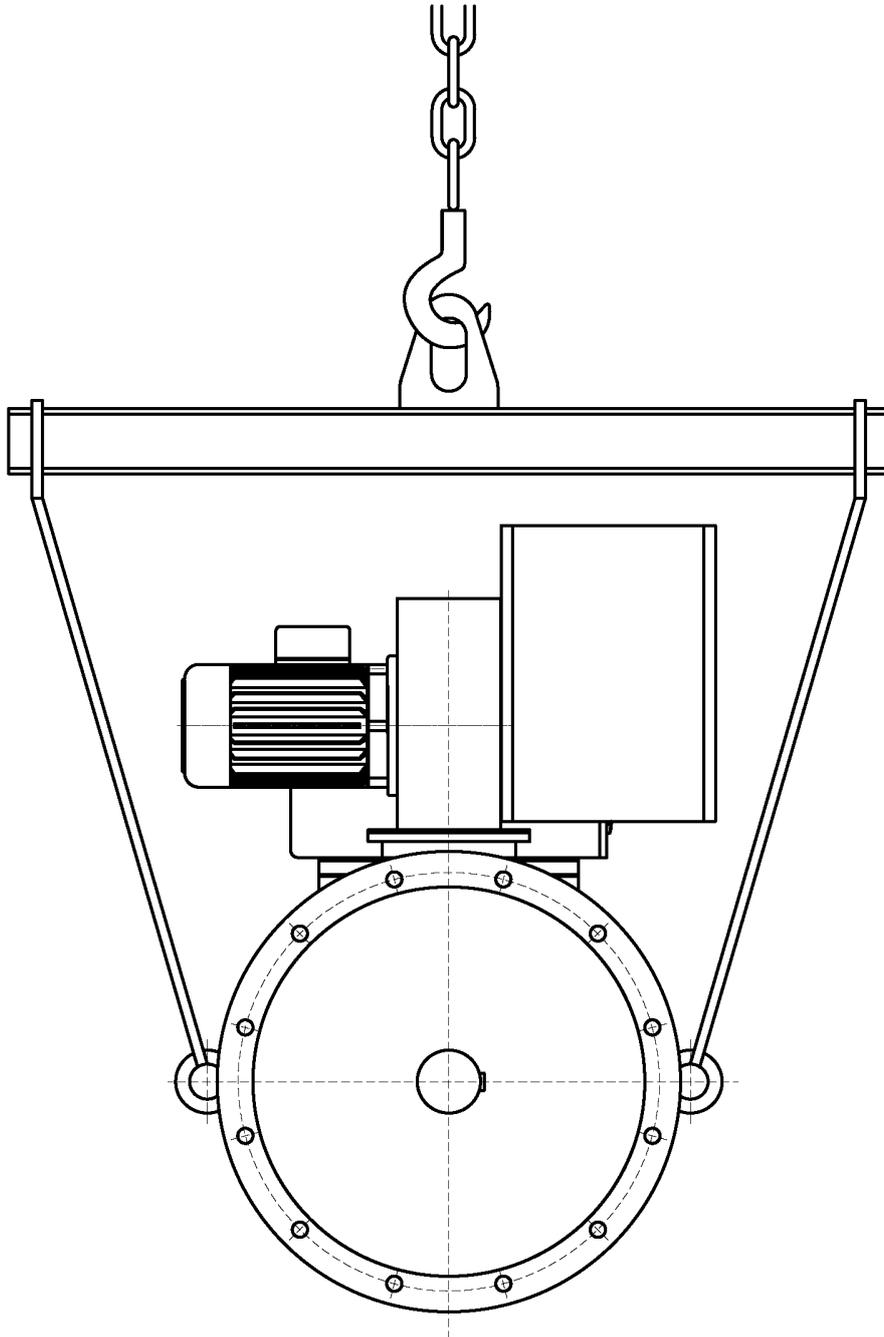

Abbildung 1: Prinzipielle Verwendung der Lasttraverse beim Transport der Wölfer-Motoren.
- Die eingebauten Ringschrauben entsprechen der DIN 580. Die in der DIN 580 datierten Lasten und Vorschriften müssen prinzipiell eingehalten werden. Alle am Motor angebrachten Ringschrauben müssen zum Transport angeschlagen werden. Die Zugrichtung des Anschlagmittels darf nach DIN 580 die 45° Schrägung nicht überschreiten. Um den Anschlusskasten oder Teile des Fremdlüfters nicht zu beschädigen soll eine Lasttraverse nach nachfolgender Abbildung 1 verwendet werden.